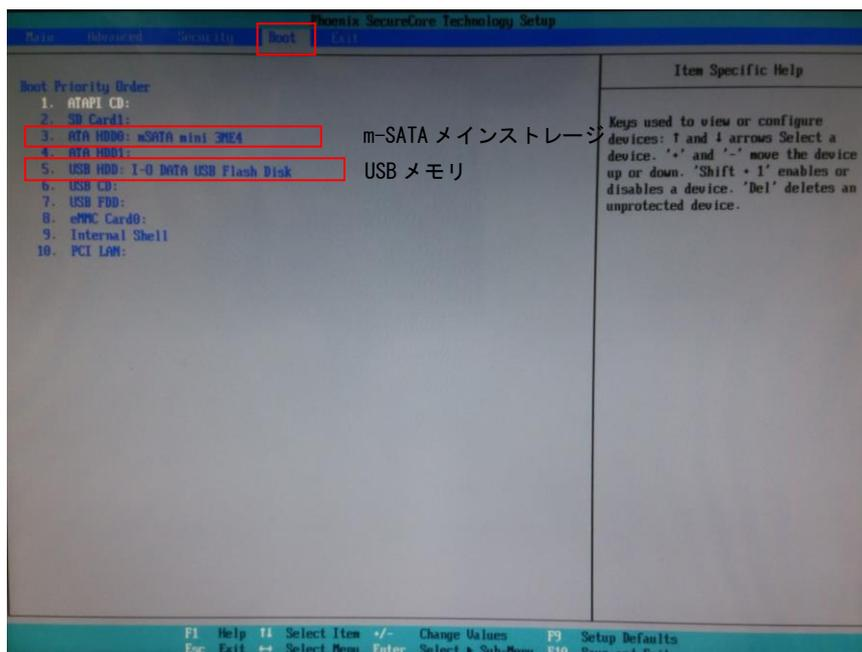

図 5-1-4-1. Boot デバイスの再設定
- ① 電源を入れ、BIOS 起動画面が表示されたところで [F2] キーを押し、BIOS 設定画面を表示させます。
- ② BIOS 設定画面が表示されたら、[Boot] メニューを選択します。(図 5-1-4-1)
- ③ [ATA HDD] (m-SATA メインストレージ) を [USB HDD] (接続した USB メモリ) よりも上に設定します。